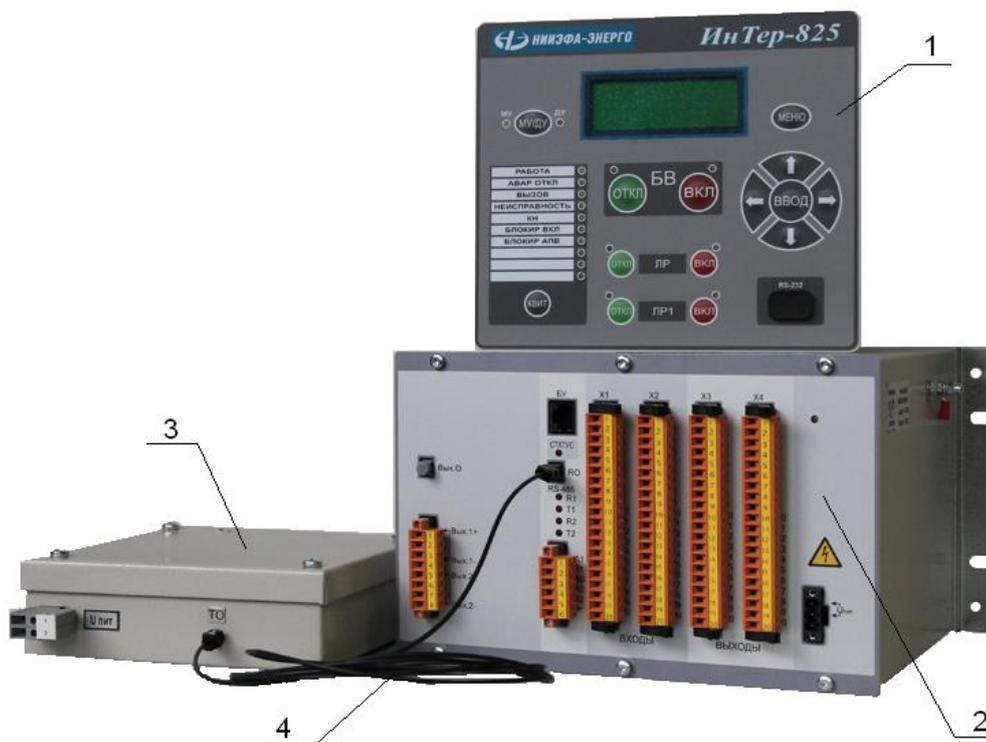

Рисунок 6
Связь между блоками БР-1000 и БЗА осуществляется с помощью оптического кабеля (4) через разъем вторичной коммутации (рисунок 6).